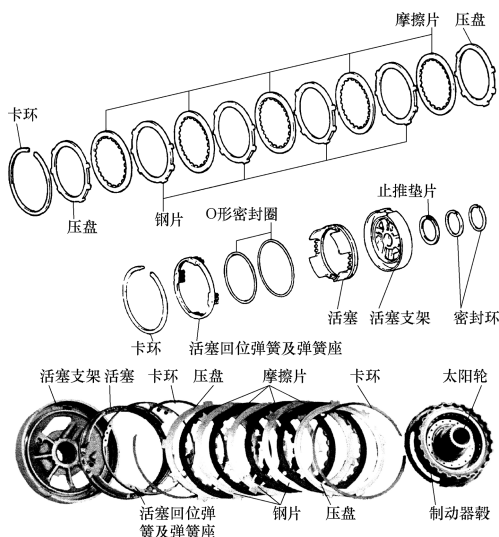

图 3-76 片式制动器结构图
(2) **结构** 制动器的组件主要包括制动器毂、制动器盘、摩擦片、制动器毂、活塞、回位弹簧和弹簧座等，如图 3-76 所示。